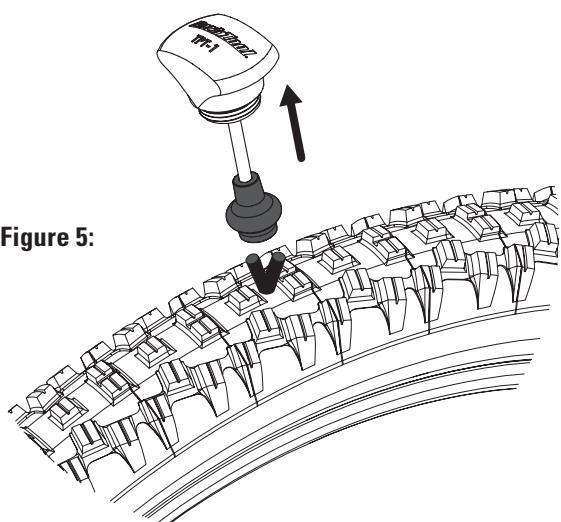

Figure 5:
7. While holding plug retainer in place, withdraw tool from tire (Fig. 5).
7. Ziehen Sie das Werkzeug aus dem Reifen während Sie den Flickenstreifen in Position halten (Abb. 5).
7. Tout en maintenant le poussoir en place, extraire l'outil du pneu (Fig. 5).
7. Mientras sostiene el retenedor del tapón en su lugar, retire la herramienta del neumático (Fig. 5).